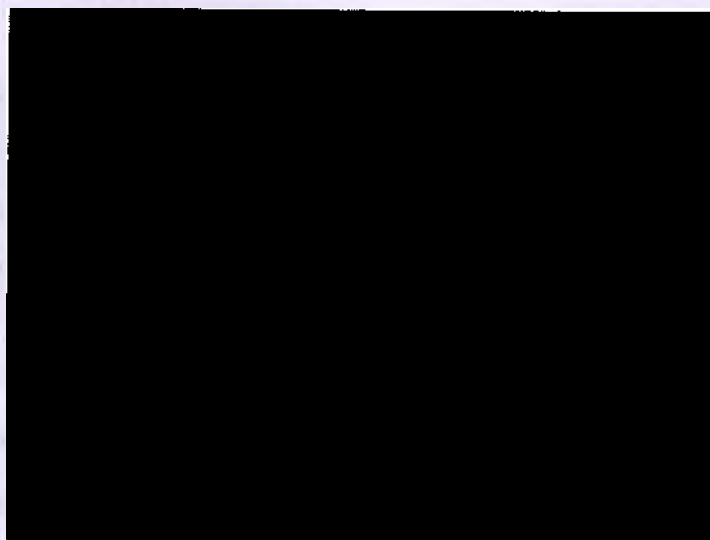

Рисунок 3.83 - TDI изображение зарегистрированное в апикальной 4-х камерной позиции.
- задать на TDI изображении с помощью мыши интересующую область миокарда левого желудочка, для которой требуется построить графики смещения стенки миокарда за кардиоцикл (рисунок 3.83).